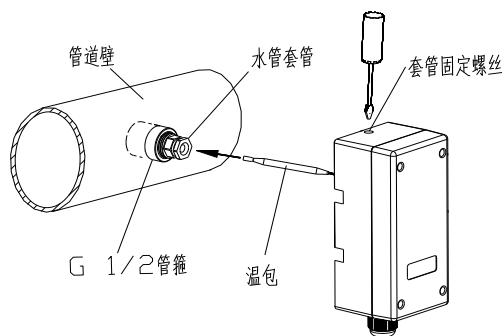

图 4
3. 水管型安装：见图 4，配合使用管箍安装(包装盒内含管箍)。首先把管箍与管道密封焊接(管道开孔建议尺寸 $\phi 27.5\text{mm}$)，再把套管装入管箍并保证密封。将感温包装入套管底部，把控制器与套管卡入装配，拧紧套管固定螺丝固定紧控制器。整个安装过程中，应确保管箍与管道焊接密封，套管与管箍的装配密封。